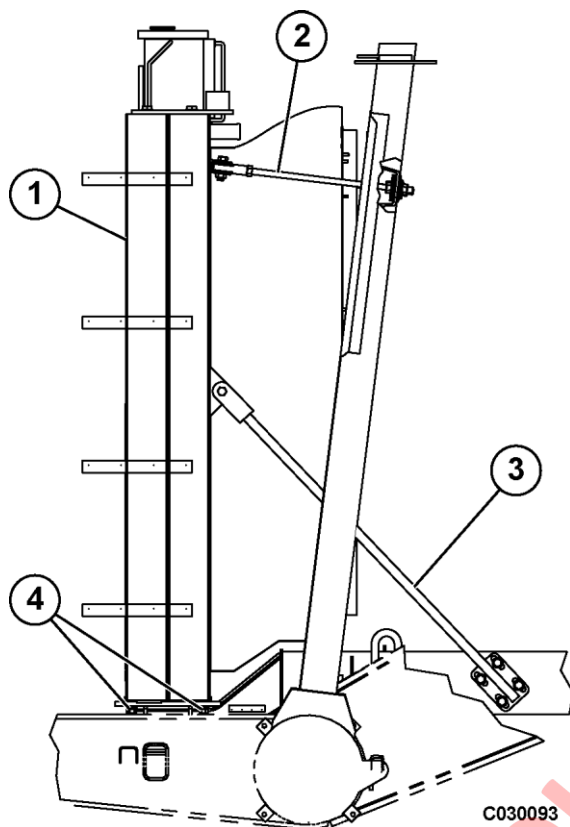

FIGURA 3-5. MONTAJE RADIADOR
10. Quitar las barras de soporte superior (2, figura 3-5) y barras estabilizadoras (3), si está equipado.
2. Instale el accesorio de montaje del radiador (4. Figura 3-5) en los soportes de montaje inferiores del radiador. No apriete en este momento.
3. Inspeccione los bujes de goma para las varillas de soporte superior (2) y cámbielos si están gastados o dañados.
4. Instale las varillas de soporte superiores (2) y el accesorio de montaje en ambos extremos. No apriete en este momento.
6. Herraje de montaje del radiador (4) en el radiador inferior soportes al torque estándar .
7. Para mayor estabilidad, puede instalarse barras estabilizadoras (3). Instale las barras estabilizadoras en los soportes de radiador y el bastidor como se muestra y, a continuación, apriete los tornillos al torque de torsión estándar.